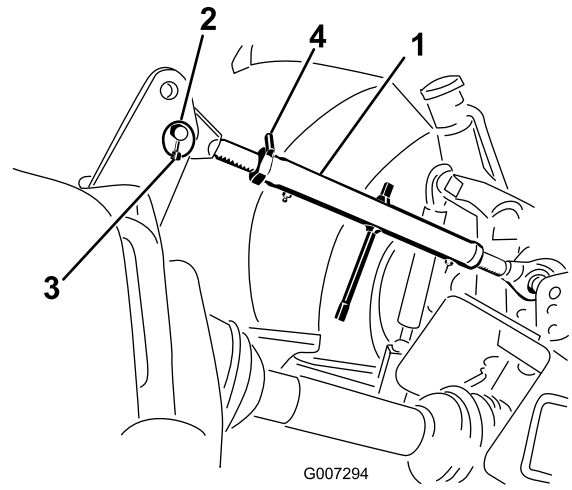

Figure 8
1. Insérez le bras d'attelage supérieur dans le trou inférieur du support et fixez-le en place avec l'axe d'articulation et la goupille à anneau (Figure 8).
3. Tournez le bras d'attelage supérieur pour le serrer. Ajustez sa position jusqu'à ce que le cadre à l'avant de la machine soit vertical (Figure 8).